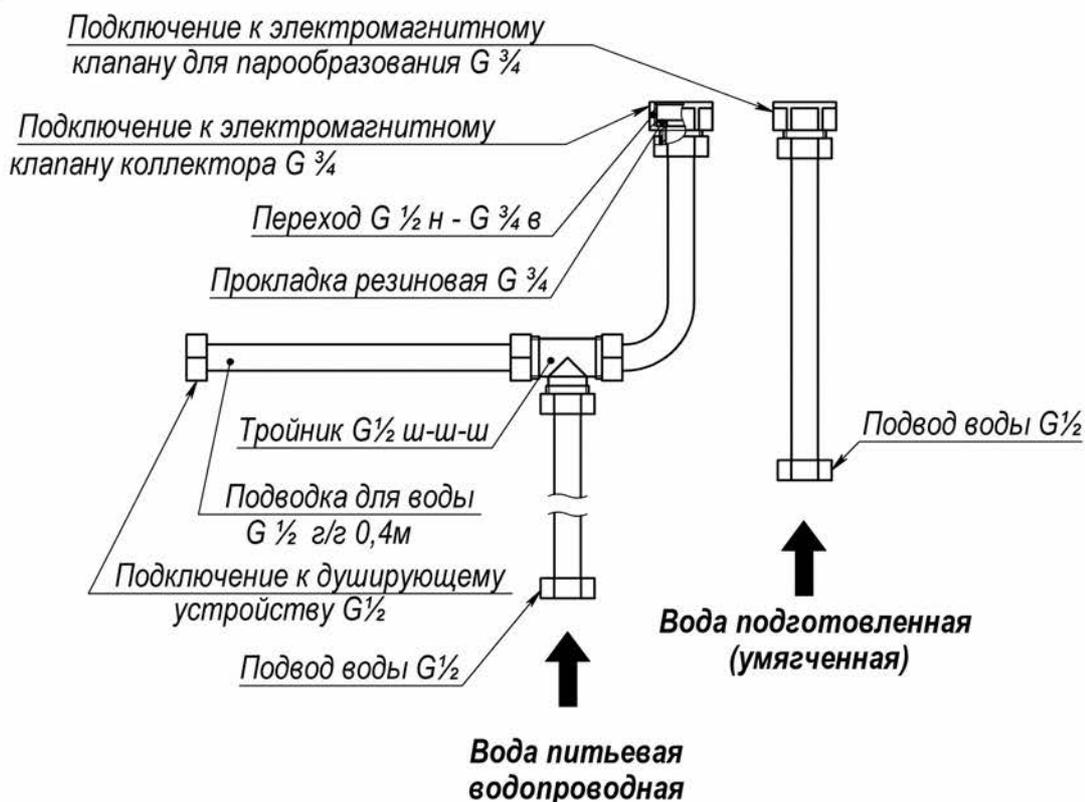

Рис. 2. Подключение к водопроводной сети:
1.11 Схема подключения к водопроводной сети может быть **общей** (Рис. 2а) и **раздельной** (Рис. 2б), последняя используется для экономии ресурса фильтр-систем.